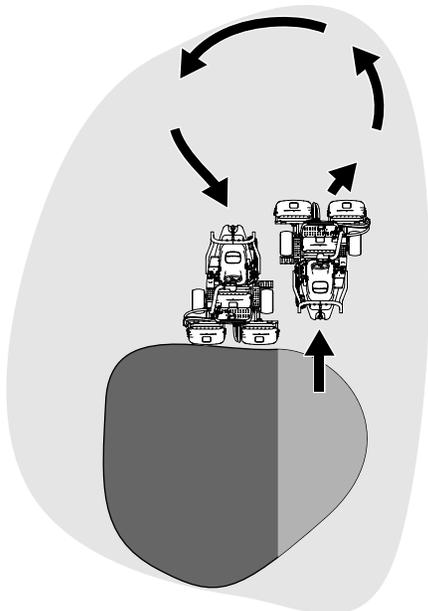

图23
- 要缩短下一趟剪草的操作时间并方便剪出直线应轻轻朝相反方向转动机器然后再转向未剪部分进行泪滴状的转弯 **图23** 快速对齐进行下一趟剪草。